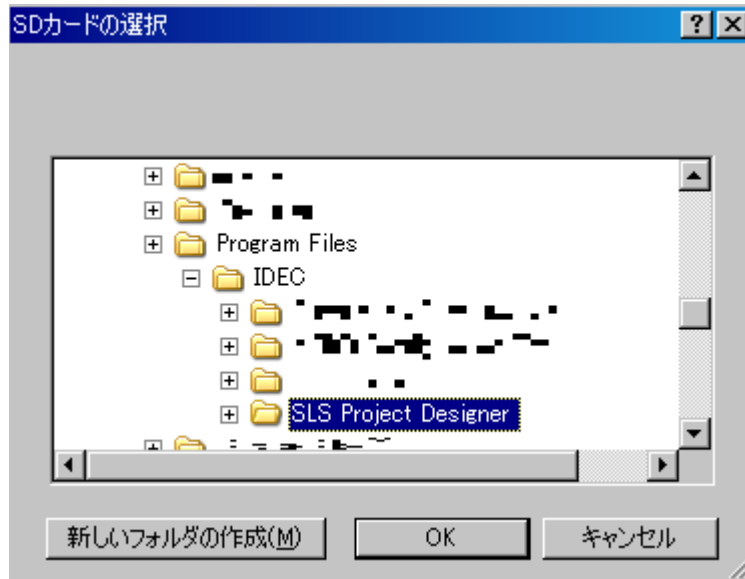

図 7-61 SD カード選択画面
- パソコンのSDカードの挿入口にSDカードをセットし、[保存]をクリックをすると、図7-61のSDカードの選択ウィンドウが表示されます。